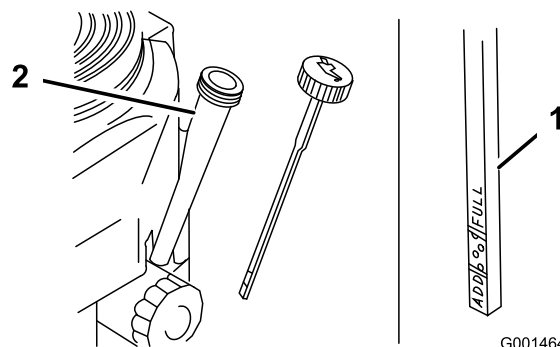

Figure 35
4. Nettoyez la surface autour de la jauge d'huile (Figure 35) pour éviter que des impuretés ne s'introduisent dans le goulot de remplissage, ce qui risquerait d'endommager le moteur.
5. Retirez la jauge d'huile et essuyez soigneusement son extrémité (Figure 35).
- Remettez la jauge au fond du tube de remplissage, mais sans la visser (Figure 35).
- Versez avec précaution environ 80% de la quantité d'huile spécifiée dans le goulot de remplissage (Figure 35).